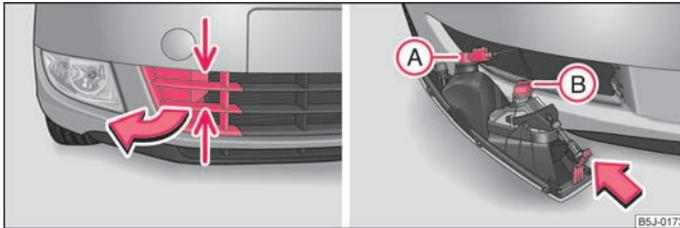

Abb. 156 Vorderer Stoßfänger: Schutzgitter / Ausbau des Nebelscheinwerfers
- Greifen Sie das Gitter an den mit Pfeilen gekennzeichneten Stellen ⇒ Abb. 156 links an und nehmen Sie es heraus.
- Führen Sie die Hand in die Öffnung, in der sich das Gitter befand und drücken Sie die Federfalle ⇒ Abb. 156 rechts.
- Drehen Sie den Stecker ① mit der Lampe für Tagfahrlicht bzw. den Stecker ② mit der Lampe des Nebelscheinwerfers bis zum Anschlag nach links und nehmen Sie ihn heraus.